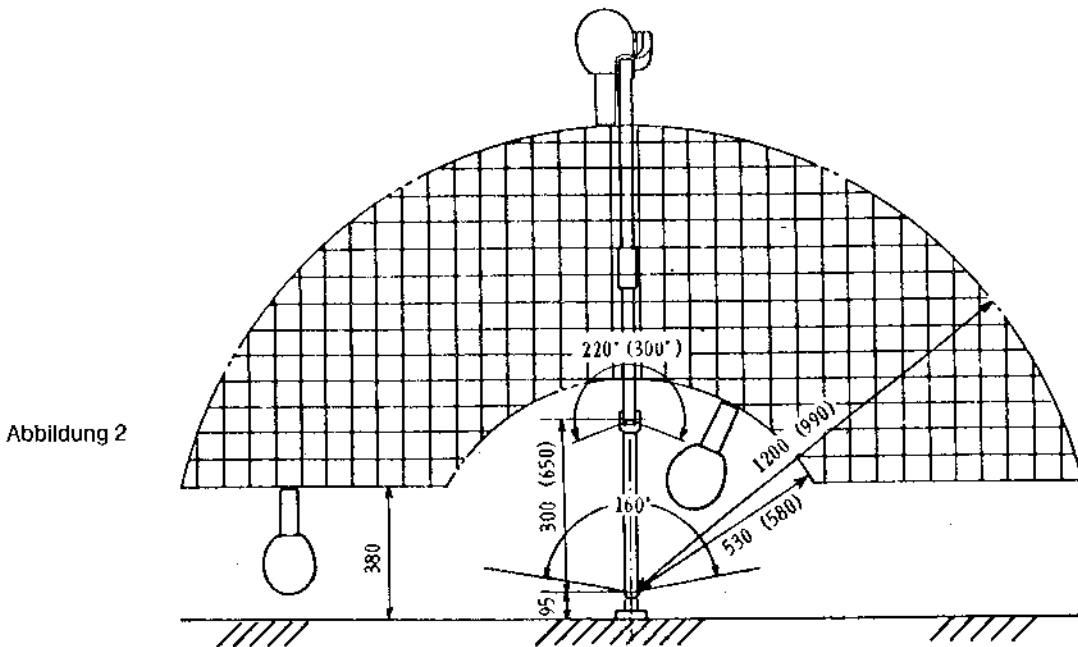

Abbildung 2
Abbildung 2 zeigt das Feld, das vom Röntgenkopf am Armsystem erreichbar ist. Die Zahlen außerhalb der Klammer gelten für Geräte mit Scherenarm, die Zahlen in Klammer für Geräte ohne Scherenarm (mit Singlearm).
1. örtliche Gegebenheiten können den in Abbildung 2 dargestellten Bewegungsbereich einschränken.
2. Beim Wandmodell (Typ WS) gehört als Standard zum Scherenarm ein 300 mm langer Zwischenarm und zum Singlearm ein 650 mm langer Zwischenarm. Auf Wunsch kann der 650 mm-Zwischenarm auch zusammen mit dem Scherenarm verwendet werden; in diesem Fall sind zu den in Abbildung 2 angegebenen Radien des bewegungsbereiches 350 mm zu addieren.